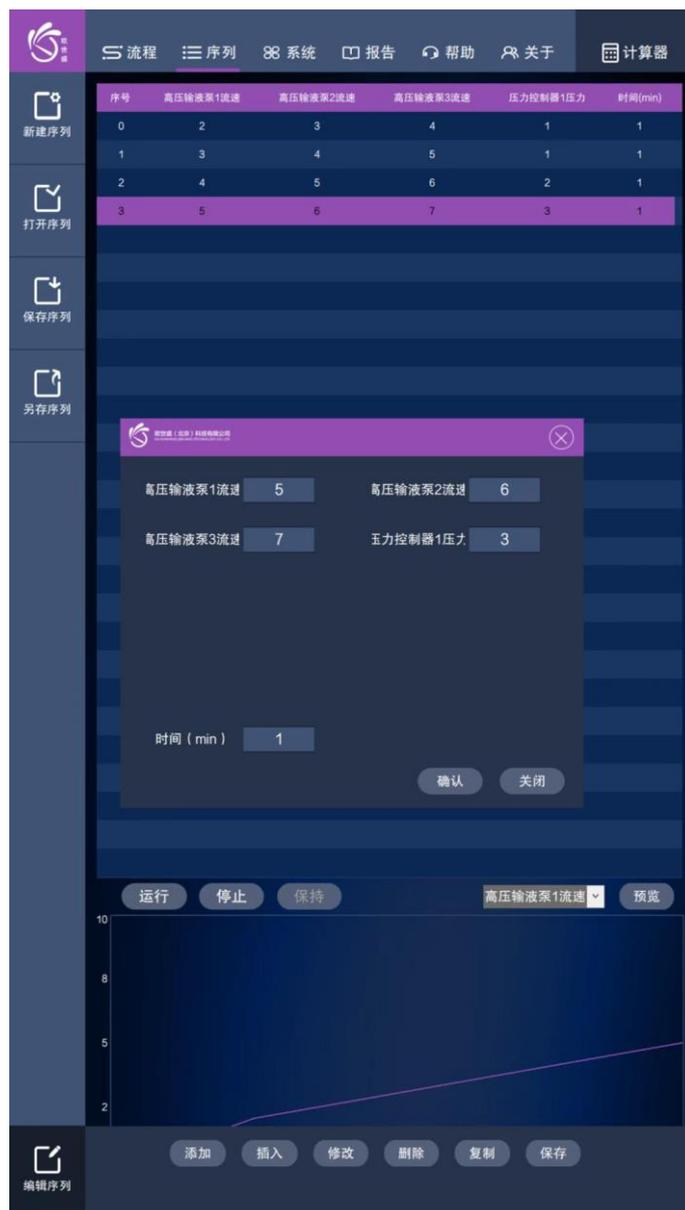

图4-4 序列参数设置界面
3. 新序列新建完成后（即选择完成参与序列运行的模块），需要设置每行对应模块参数值，如图 4-4 所示，待设置完成后，按【运行】键，模块按已设定好的序列，顺序执行。运行过程中，也可根据工艺路线，随时【修改】、【插入】、【添加】未执行的序列行参数。同时，在软件界面下端可查看对应模块参数曲线。